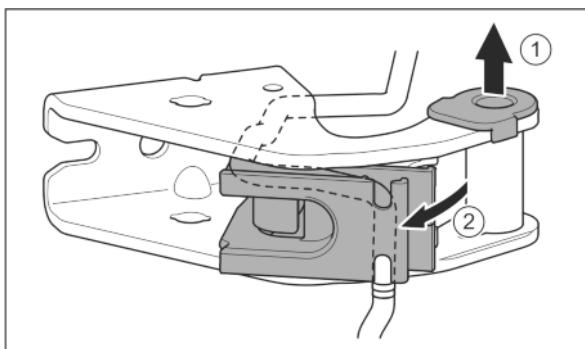

Fig. 27
- Опорную втулку вывести из направляющей. Fig. 27 (1)
- Отвести в сторону держатель кабеля. Fig. 27 (2)